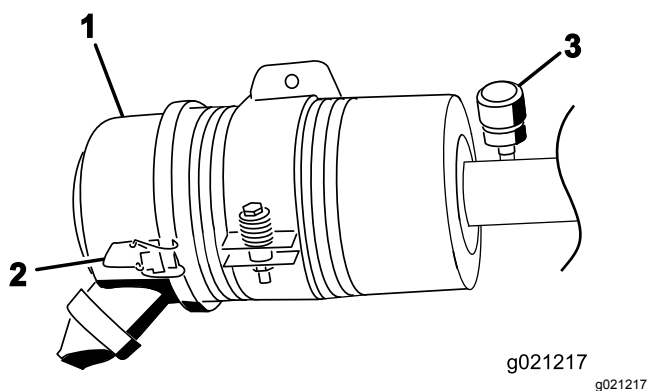

図 70
エアクリーナのフィルタの整備は、インジケータが赤色になってから行ってください 図 70。早めに整備を行っても意味がありません。むしろフィルタを外したときにエンジン内部に異物を入れてしまう危険が大きくなります。
1. エアクリーナのカバーをボディーに固定しているラッチを外す 図 70。